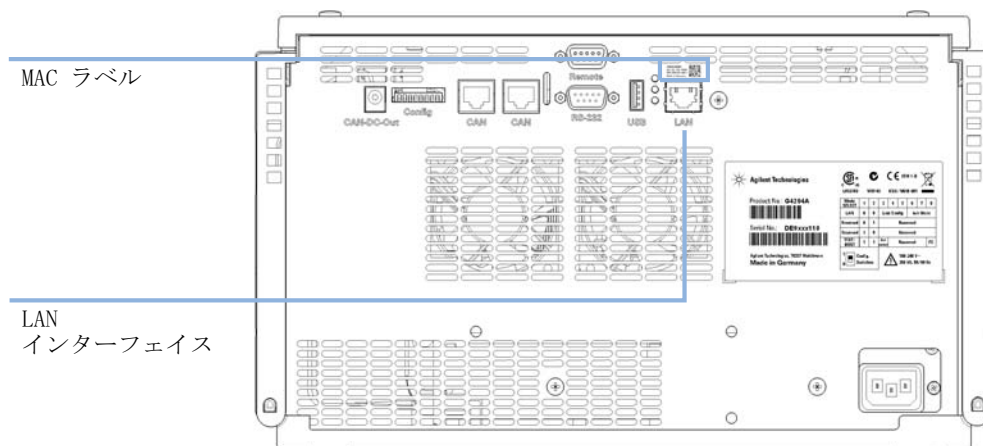

図 33 LAN インターフェイスと MAC ラベルの位置
- 1 今後参照するために、MAC (Media Access Control) アドレスを書き留めてください。LAN インターフェイスの MAC アドレスまたはハードウェアアドレスは、世界中で唯一の ID です。別のネットワークデバイスが同じハードウェアアドレスを持つことはありません。コンフィグレーション スイッチの下のモジュールの背面の表示に MAC アドレスのラベルがあります (『257 ページ 図 33』を参照)。
- 2 Connect 機器の LAN インターフェイスを以下に接続（『257 ページ 図 33』を参照）